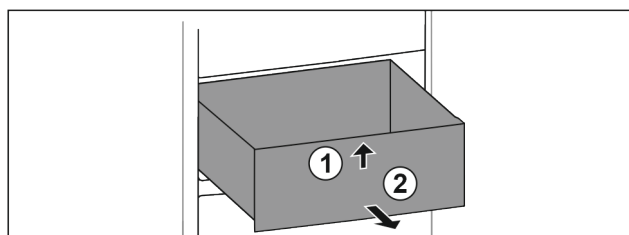

Fig. 38
- ▶ Sollevare il cassetto dal davanti. Fig. 38 (1)
- ▶ Rimuovere il cassetto tirandolo in avanti. Fig. 38 (2)